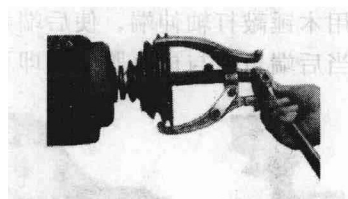

图 1-4 拉出带轮或联轴器
② 将拉拔器的丝杠尖端对准电动机轴端的中心, 挂住带轮或联轴器, 使其受力均匀, 然后把带轮或联轴器慢慢拉出, 如图 1-4 所示。